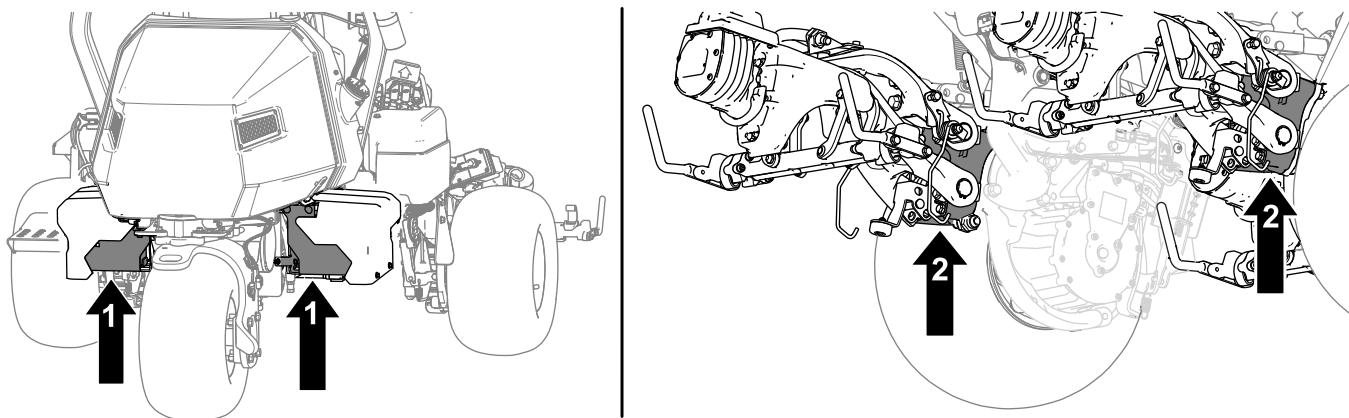

図 39
2. マシンを浮かせたら、以下の部分に適切なジャッキスタンドを入れて機体を支える 図 39。